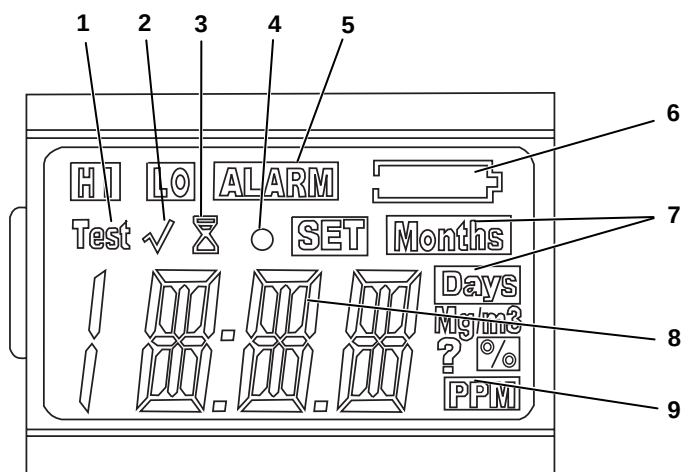

Fig. 2 Skærm/display
- så længe batteriadvarelsindikatoren (nr. 5 i Fig. 2) ikke vises, **og**